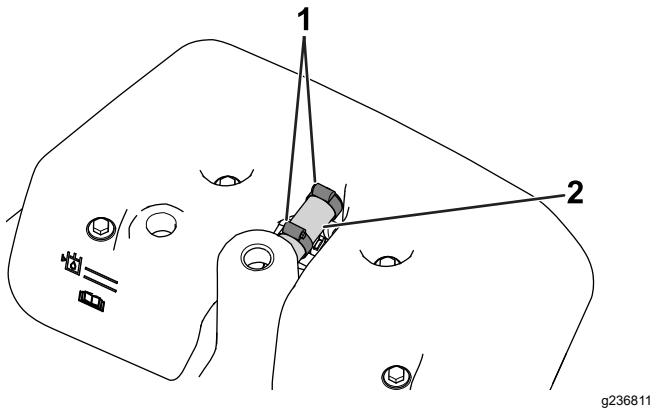

Figura 3
- Si la máquina está equipada con un tubo de rebose, afloje las abrazaderas sinfín y retire el tubo de rebose (Figura 3).
16. Utilice 2 abrazaderas sinfín para sujetar el tubo de rebose al depósito del detector de fugas y al depósito hidráulico (Figura 3).